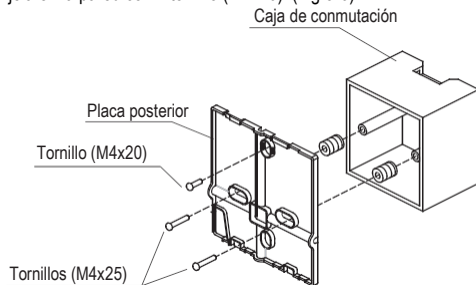

Fig 3-6
- Para el montaje empotrado, fije la placa posterior trasera de la caja de conmutación con 2 tornillos (M4x25) y fijela en la pared con 1 tornillo (M4x20). (Fig.3-6)